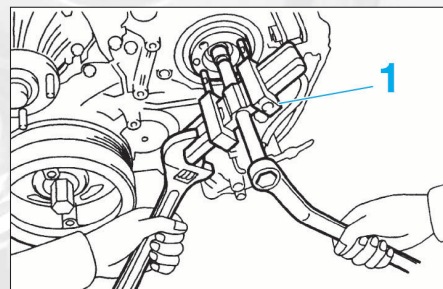

FIG. 51
- À l'aide d'un extracteur (1), dégager la pompe d'injection de son engrenage, déposer les 2 écrous de la pompe d'injection et récupérer le joint torique (fig. 51).